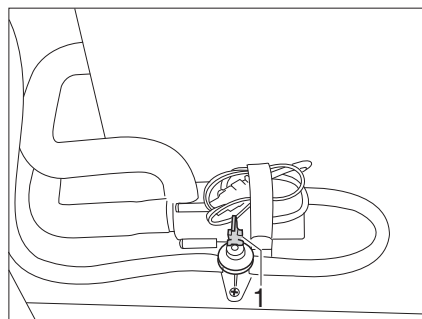

Fig. 225 Llave de desagüe
- Cerrar todas las llaves de desagüe. Colocar para ello el balancín (Fig. 225,1) en posición horizontal.